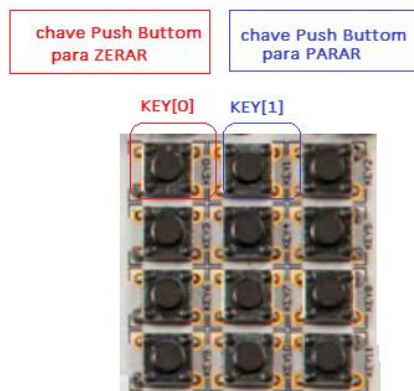
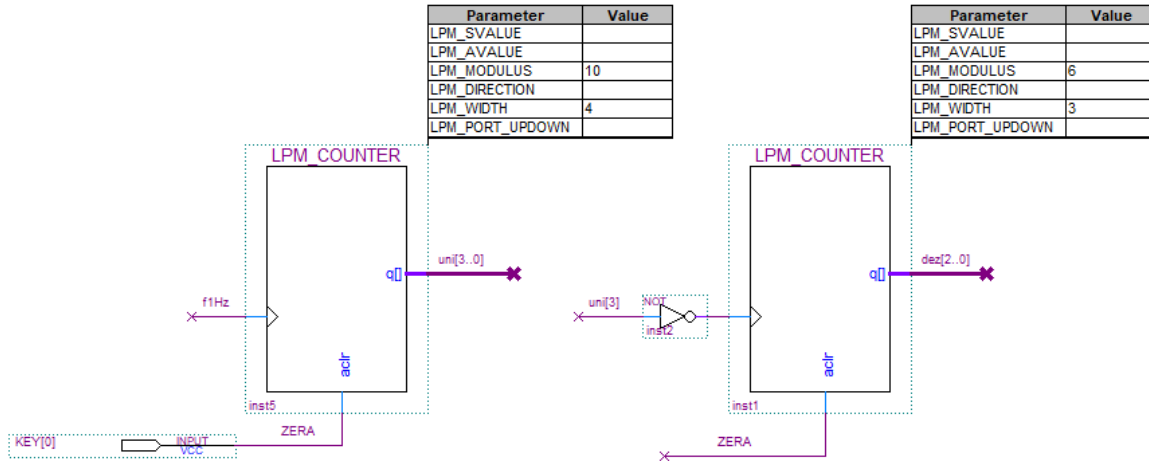
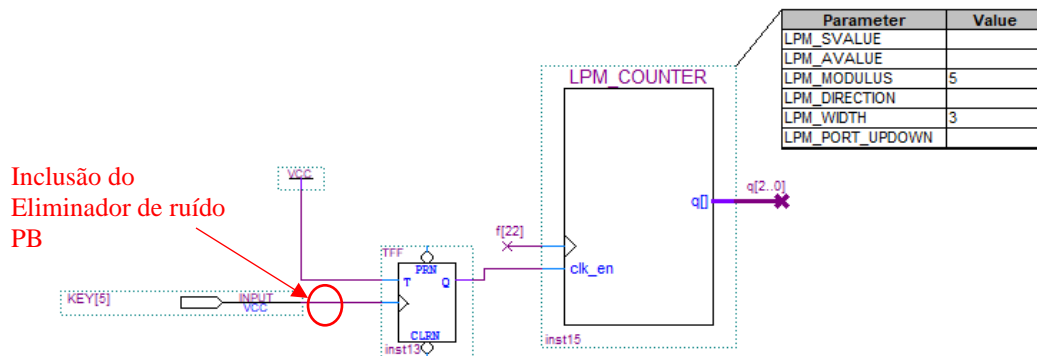

Figura 11 Chaves Push Button do mercúrio IV
Figura 12 Inclusão do botão para zerar
Figura 13 Inclusão do botão de PARAR contagem.
3.4 ZERAR a contagem: Modificar os parâmetros dos contadores módulo 10 e módulo 6 (que estão ligados ao decodificador 7448), para incluir entrada ACLEAR com objetivo de zerar a contagem. Utilizar uma chave Push Button **KEY[0]** (Figura 11). O circuito modificado é mostrado na figura 12.
3.5 Parar a contagem: Modificar os parâmetros do projeto lpm_counter do contador de módulo 5 (utilizado para acionar a matriz de LEDs) e incluir uma entrada CLK_EN para PARAR a contagem. Utilizar uma chave Push Button **KEY[1]** (Figura 11) do módulo mercúrio IV. Essa entrada clk_en deve ser conectada à saída Q de um Flip Flop tipo T no modo Toggle, cuja clock é a chave (**KEY[1]**), como mostra a Figura 13.